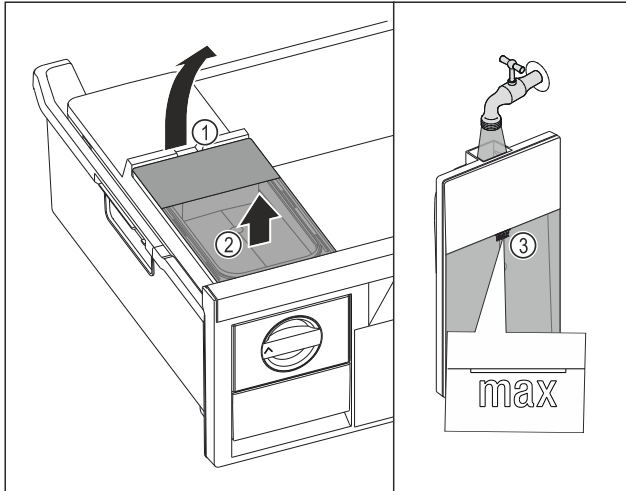

Fig. 69
- ▶ Поднимите бак для воды за выемку Fig. 69 (1).
- ▶ Извлеките бак для воды движением вверх Fig. 69 (2)
- ▶ Наполните бак для воды питьевой водой до отметки Fig. 69 (3).